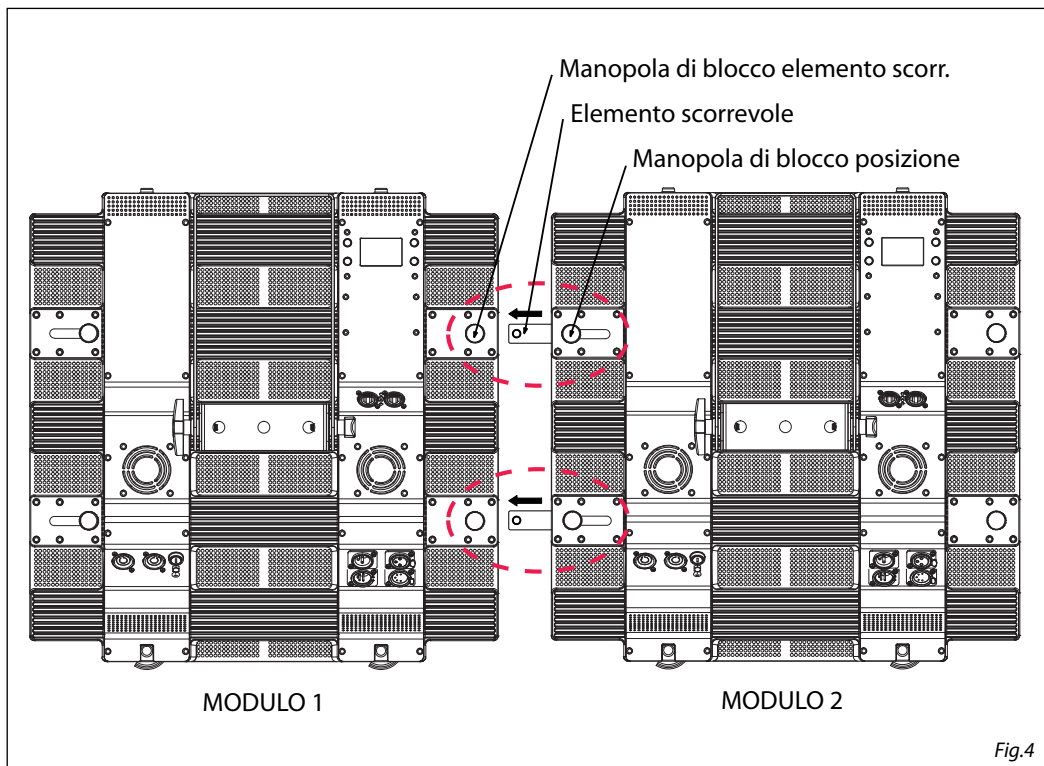

Fig.4
1. Avvicinare e allineare l'elemento scorrevole del sistema di giunzione del modulo 2 con la scanalatura laterale del modulo 1 (fig.4).